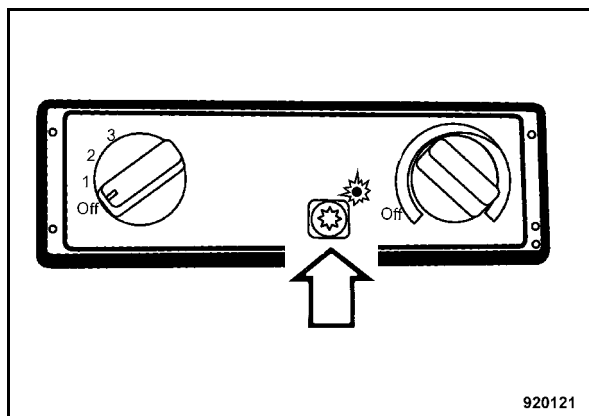

fig. 118
- Mettre le climatiseur (fig. 118) en marche.